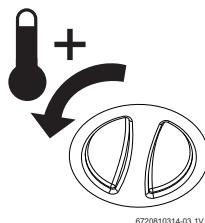

Fig. 10 Aumentare la temperatura
- ▶ Regolare il limitatore di temperatura di sicurezza a riammo alla temperatura massima. Quindi ruotare la termoregolazione a sinistra fino all'arresto (→ fig. 10).